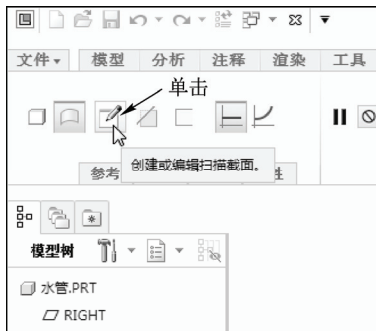

图 9-26 单击“截面”按钮
STEP 04 在绘图区中选择扫描轨迹，单击“截面”按钮，如图 9-26 所示。